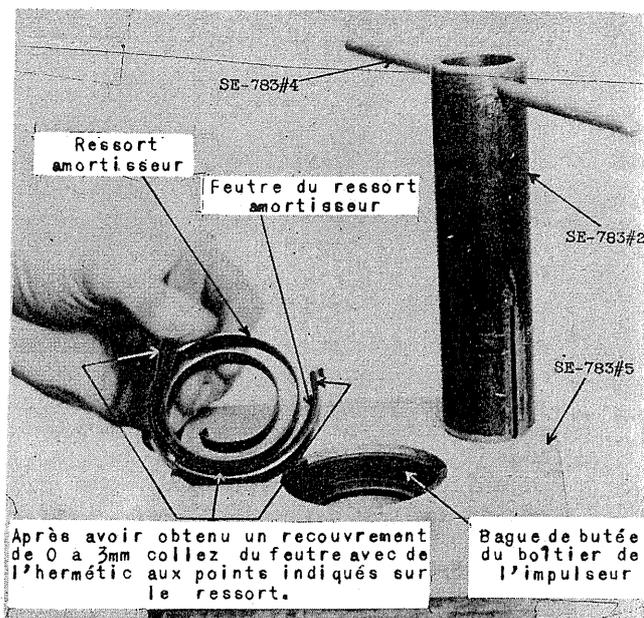

FIGURE 58 - MONTAGE DU FEUTRE SUR LE RESSORT AMORTISSEUR QUAND LE RECOUVREMENT DEPASSE 3 mm.
FIGURE 53 - BOÎTIER DE L'IMPULSEUR. REMARQUEZ QUE LE RESSORT AMORTISSEUR EST ENROULÉ SUR ENVIRON UN DEMI-TOUR. du feutre de ressort amortisseur, figure 58. Un recouvrement trop grand entraînera une oscillation (ou vibration) excessive de l'accouplement ce qui peut causer des impulsions irrégulières aux basses vitesses. Vérifiez le recouvrement comme suit:
de la bague de butée du boîtier de l'impulseur et introduisez une bande de feutre comme indiqué dans la figure 58. Recommencez alors l'opération (D). Si, à ce moment, le repère "M" ne parvient pas jusqu'au trait de crayon, coupez un peu de feutre et mesurez l'accouplement. Répétez l'opération autant de fois qu'il faudra pour obtenir le recouvrement de 0 à 3 mm. Mettez ensuite de l'hermétique entre le feutre et le ressort en plusieurs endroits comme indiqué dans la figure 58.